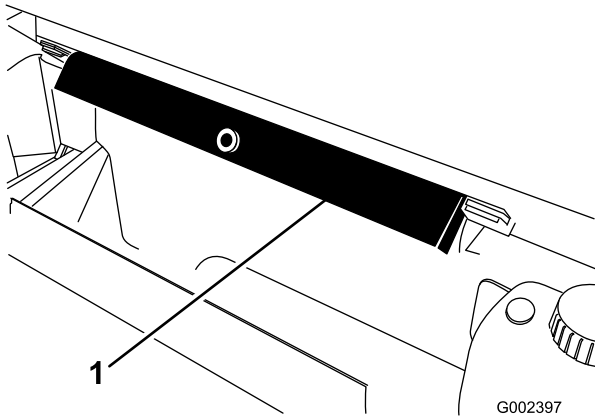

Figura 6
- Retire el soporte de la plataforma de los soportes situados en la parte trasera del panel de protección anti-vuelco (Figura 6).